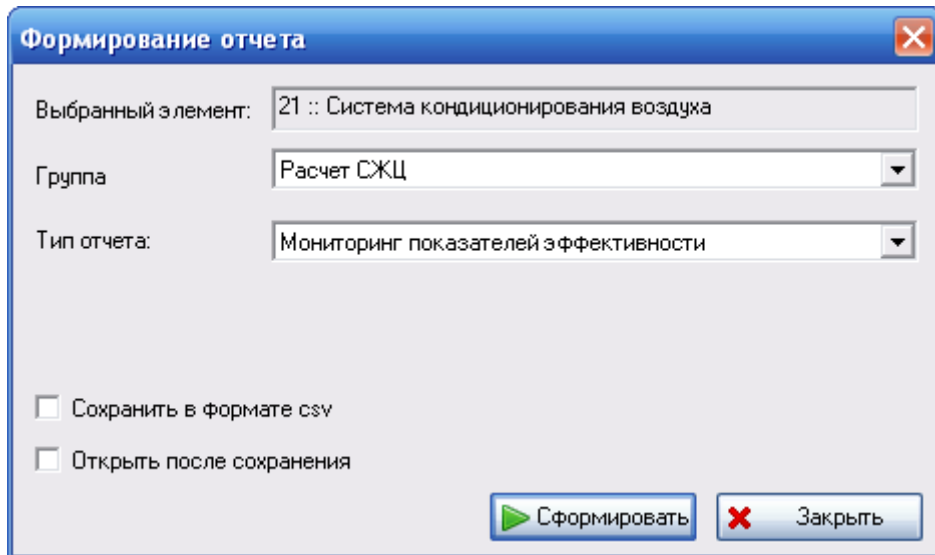

Рис. 8-14
3. В появившемся окне **Формирование отчета** задайте параметры формирования отчета (рис. 8-14):
- На рис. 8-14 представлен внешний вид окна **Формирование отчета** для типа отчета «Мониторинг показателей эффективности». Это окно содержит дополнительные поля: